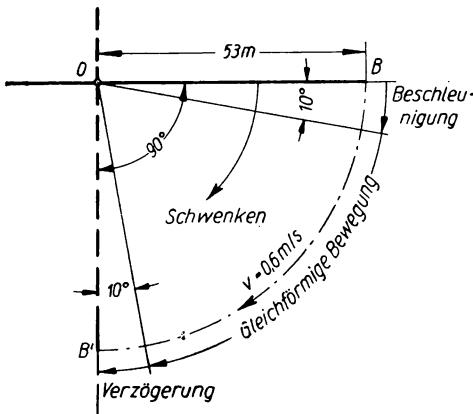

Bild 28
88. Eine Drehbrücke übergreift den Schiffahrtskanal mit einem 53 m langen Brückenarme OB (siehe schematisches Bild 28. Auch Bild bei Aufg. 408). Zwecks Freigabe der Durchfahrt für die Schiffe wird die Brücke um den Drehzapfen O um 90° in die Stellung OB' geschwenkt. Die Bewegung ist anfangs gleichmäßig beschleunigt, bis ein Drehwinkel von 10° zurückgelegt ist und der Brückenkopf B eine Umfangsgeschwindigkeit $0,6 \text{ m/s}$ erreicht hat. Dann folgt gleichförmige Drehung mit der genannten Geschwindigkeit. Die Auslaufbewegung ist gleichmäßig verzögert und umfaßt die letzten 10° der Schwenkung.